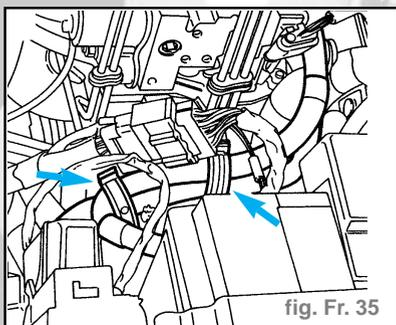

fig. Fr. 35
- Débrancher les câbles mis en évidence dans la figure par les colliers de retenue de façon à permettre la dépose du connecteur d'alimentation du groupe hydraulique de commande (fig. Fr. 35).